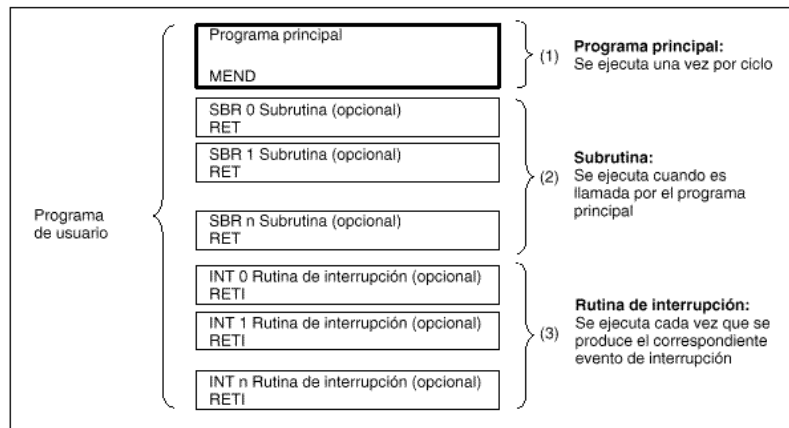

Figura 1
Los programas para la CPU S7-200 comprenden tres partes básicas: el programa principal, las subrutinas (opcional) y las rutinas de interrupción (opcional). Como muestra la figura 1, la estructura de un programa esta formada por los siguientes elementos:
- **Programa principal:** En esta parte del programa se disponen las operaciones que controlan la aplicación. Las operaciones del programa principal se ejecutan de forma secuencial en cada ciclo de la CPU. Para terminar el programa principal, utilice en KOP una bobina absoluta Finalizar programa principal, o en AWL una operación Finalizar programa principal (MEND). Ver (1) en la figura 1.
- **Subrutinas:** Estos elementos opcionales del programa se ejecutan sólo cuando se llaman desde el programa principal. Se deben añadir siempre al final del programa principal (detrás de la bobina absoluta Finalizar programa principal en KOP o detrás de la operación MEND en AWL). Utilice siempre una operación Retorno absoluto (RET) para terminar cada subrutina. Véase (2) en la figura 1.
- **Rutinas de interrupción:** Estos elementos opcionales del programa se ejecutan cada vez que se presente el correspondiente evento de interrupción. Se deben añadir siempre al final del programa principal (detrás de la bobina absoluta Finalizar programa principal en KOP o detrás de la operación MEND en AWL). Utilice siempre una operación Retorno absoluto desde rutina de interrupción (RETI) para terminar cada rutina de interrupción. Ver (3) en la figura 1.